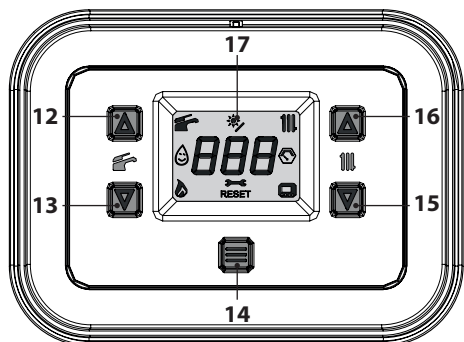
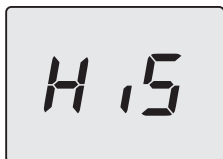

Рисунок 7.3
Рисунок 7.4
- Войдите в «режим программирования», нажав одновременно и удерживая в течение 5 секунд кнопки 13 и 15 (Рисунок 7.3), до появления на ЖК-дисплее надписи **HIS**, указывающей меню «Хронология котла» (Рисунок 7.4).